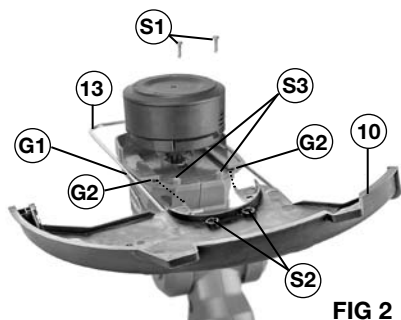

FIG 2
INSTALACIÓN DEL PROTECTOR DE ALAMBRE Y DEL PROTECTOR DE SEGURIDAD (FIG 2)
1. Instale el protector de alambre (13) a través de las ranuras (G1) en ambos lados de la cabeza del motor, como se muestra en la FIG 2. Asegúrese de que el protector de alambre encaje perfectamente en las ranuras.